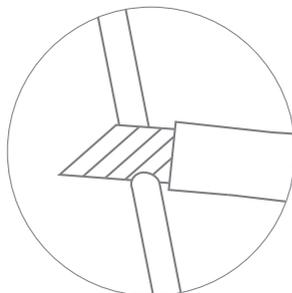

Рис. 4
1. Разрежьте трубку 3/8" (трубка большего диаметра из комплекта поставки) на две части. Срез должен быть только под прямым углом, ровным, без зазубрин и волн (рис. 4).